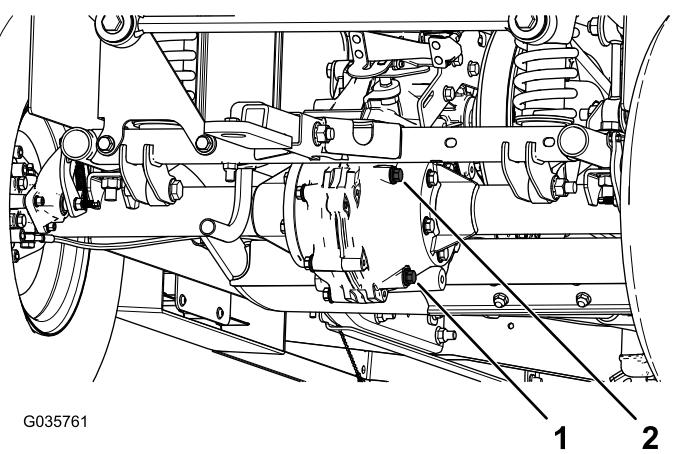

Figura 59
- Retire el tapón de llenado del transeje (Figura 59).
5. Si el nivel de fluido es bajo, retire el tapón de llenado y añada el fluido especificado hasta que salga del orificio (Figura 59).
1. Coloque un recipiente debajo del tapón de vaciado (Figura 59).
2. Retire el tapón de llenado y la junta (Figura 59).
3. Retire el tapón de vaciado y la junta y deje que el fluido se drene completamente (Figura 59).